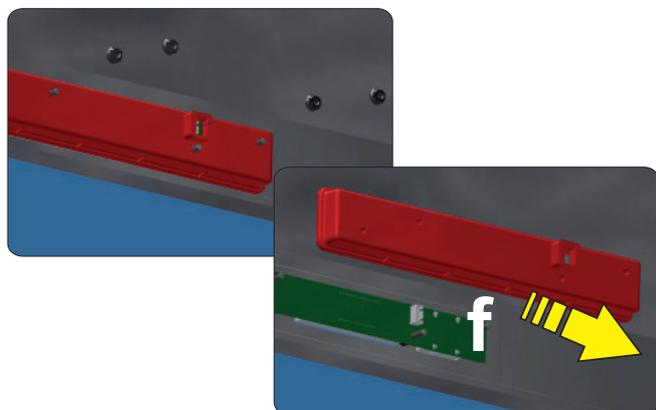

Fig. 23
- Enlever la boîte de protection en plastique (position **f** - voir **Fig. 23**).